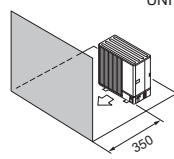

Fig. 2-12
- (4) Ostruzione o superficie chiusa solo davanti (Fig. 2-12)